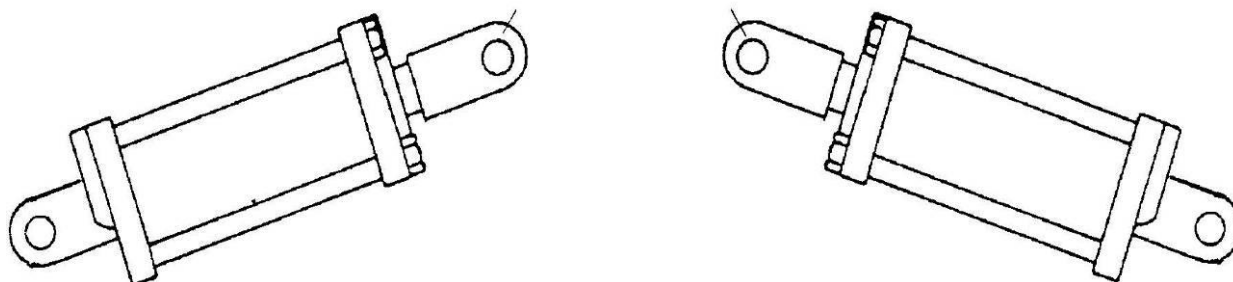

Рис. 4.6.1. Направление штоков цилиндров.
4.6.1. Установите узлы и детали гидросистемы посевного агрегата в соответствии с рис. 4.6.3-4.6.6.1. Номера узлов и деталей см. в табл. 4.6.1 – 4.6.4.1 и на бирках. Гидроцилиндры регулировки глубины заделки устанавливать штоками вверх и внутрь посевного агрегата (рис. 4.6.1).